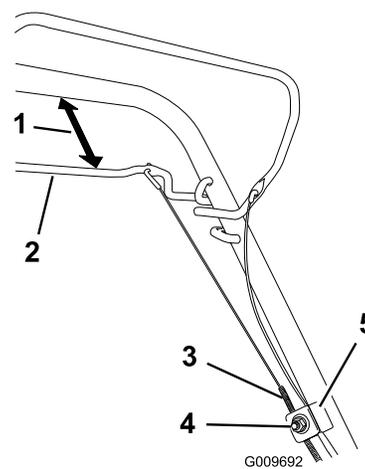

Figure 39
1. Desserrez l'écrou du support de guidage du câble (Figure 39).
2. Maintenez la barre de commande d'autopropulsion à une distance de 25 à 38 mm du guidon (Figure 39).
3. Tirez la gaine du câble vers le bas (vers la tondeuse) pour éliminer le mou du câble (Figure 39).